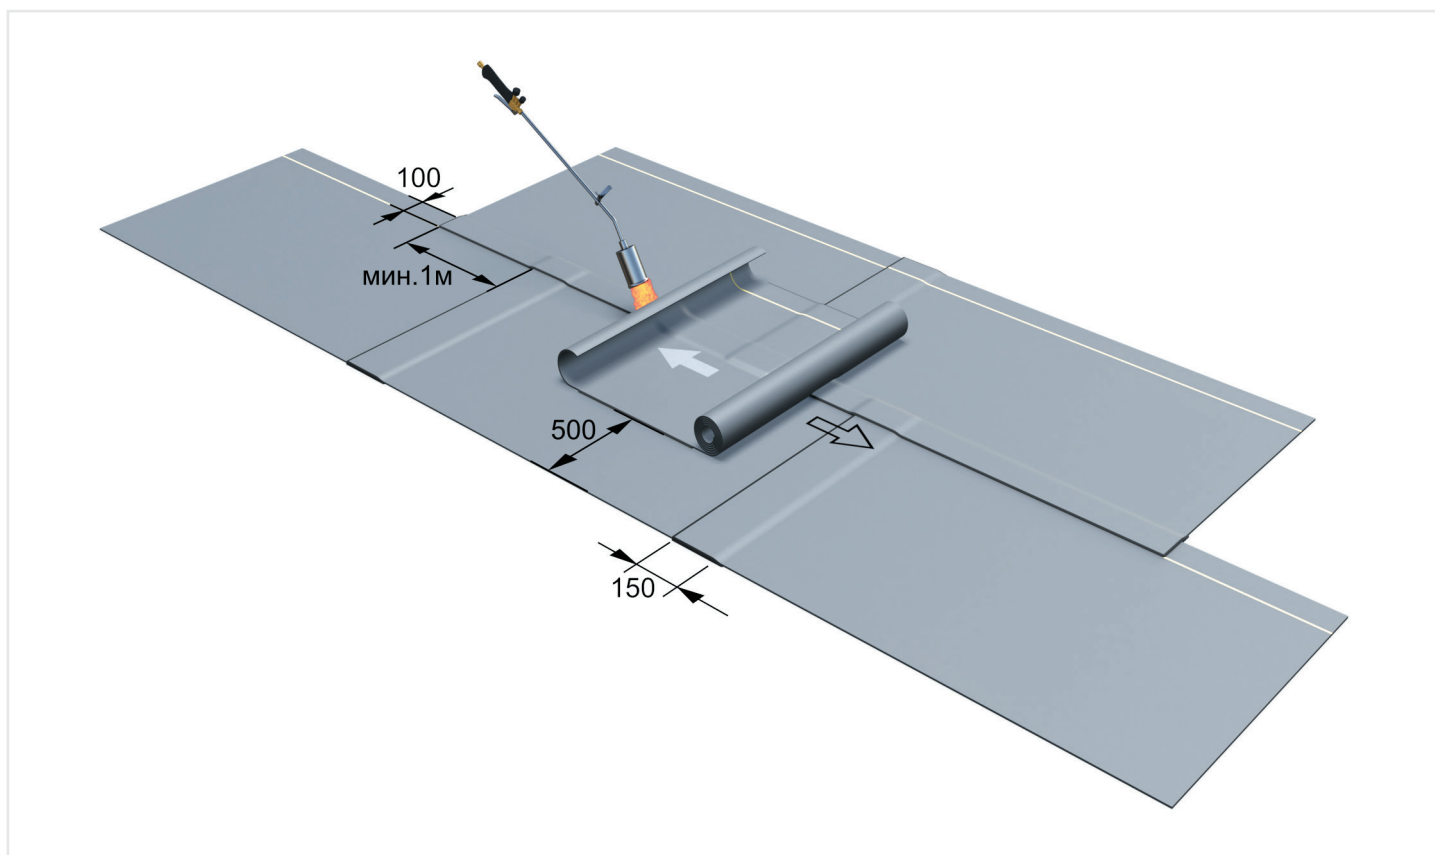

Рисунок 47 - Устройство второго слоя
5.7.4.9 Второй слой (двухслойное решение) наплавляется со смещением полотен на 500 мм относительно первого. Швы первого и второго слоя не должны совпадать (Рисунок 47) Перекрестное наплавление полотен смежных слоев не допускается